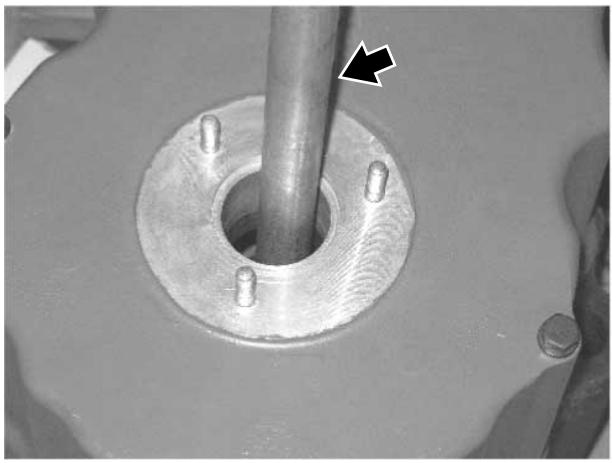

Рисунок 4.05-21: Ключ торцовый для свечей зажигания
5. Вставьте свечу зажигания во внутреннюю втулку с помощью свечного ключа (см. Рисунок 4.05-21). См. текущую редакцию док. 398 «Каталог специальных инструментов INNIO Waukesha» для ознакомления с полным списком инструментов для обслуживания двигателя.